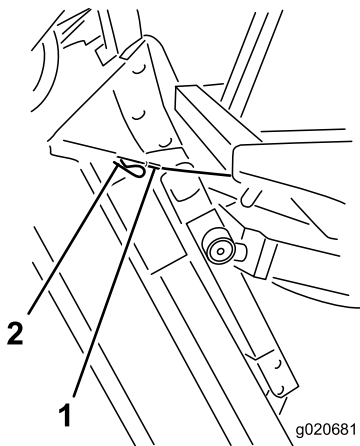

Figura 119
6. Sujetando la unidad de corte en posición vertical, coloque el extremo del cable sobre el pasador del brazo de elevación de la unidad de corte y fíjelo con la chaveta (Figura 119).